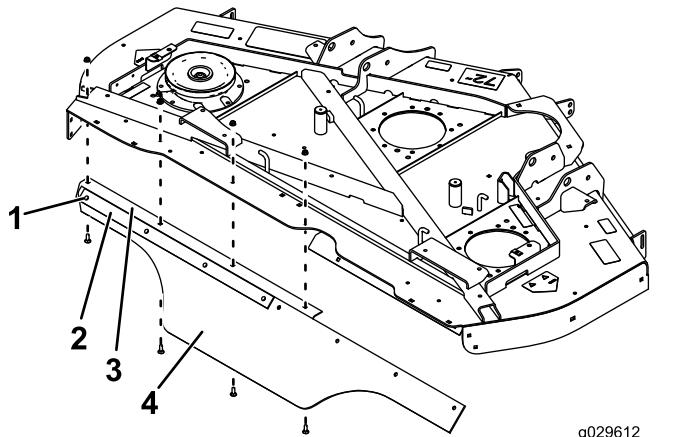

Figure 10
- Fixez légèrement une barrette de support et l'extrémité gauche (oblique) du déflecteur sur l'angle arrière à l'aide de 4 boulons de carrosserie (5/16 x 7/4 po) et 4 écrous (5/16 po), comme montré à la Figure 10.
- Fixez les l'angle arrière avec le déflecteur sur le plateau de coupe à l'aide de 4 boulons de carrosserie (5/16 x 7/8 po) et 4 écrous (5/16 po), comme montré à la Figure 10.